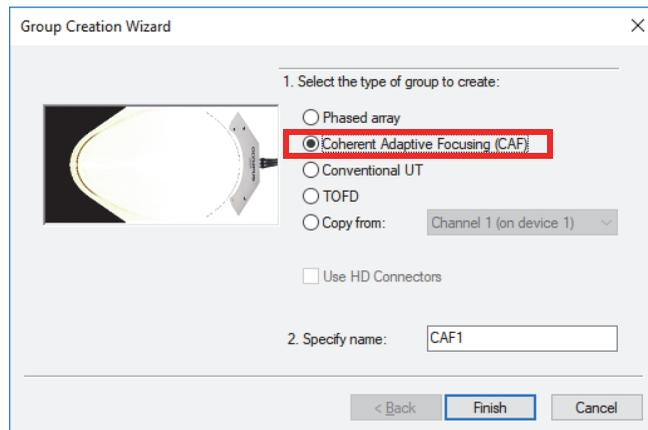

Figura 4-12 Caixa de diálogo Group Creation Wizard
2. Na caixa de diálogo **Assistente de criação de grupo**, selecione **Foco adaptativo coerente (CAF)** (Figura 4-12 na página 113) em vez de **Phased Array**.